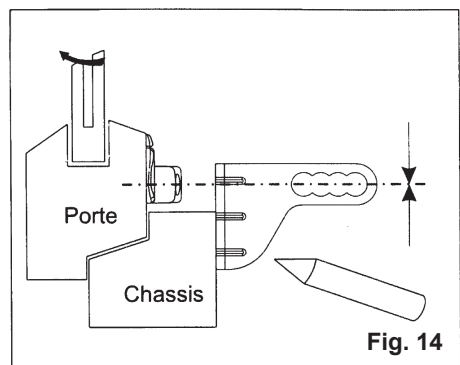

Fig. 14
- 7) Posicionar el estribo en el chasis a un alto tal a alinear el eje de la sede de sujeción de la brida con el eje de los agujeros de sujeción del enchufe rápido, como indicado en **Fig.14** y marcar los puntos de perforación;